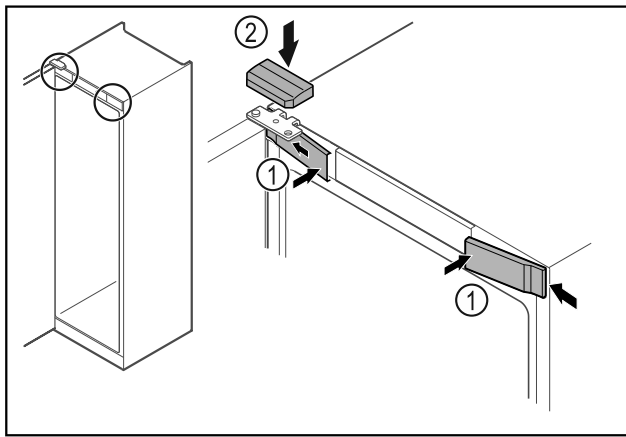

Fig. 63
- ▶ Haakige eesmised katted Fig. 63 (1) küljel külge ja fikseerige.
- ▶ Haakige ülemine kate Fig. 63 (2) ülalt lahti.